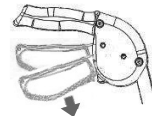

Abb. 5 (blockierter Zustand)
1. Drücken Sie den unteren Teil des Bremsgriffs wie gezeigt nach unten, bis Sie ein Klicken hören (Abb. 5).